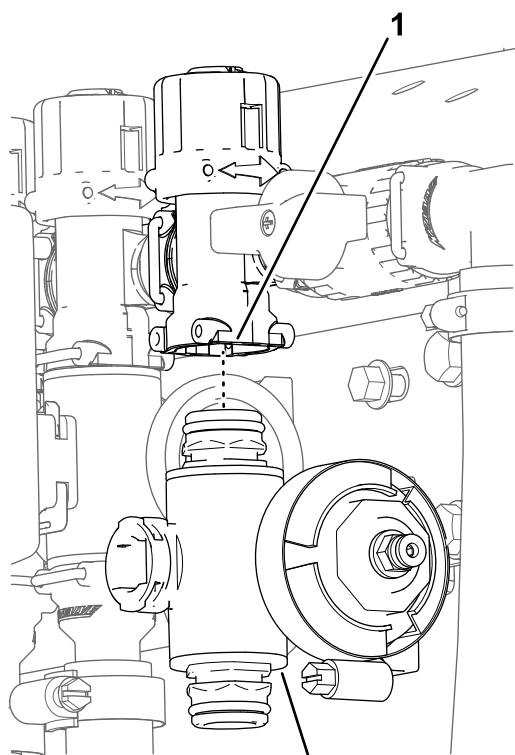

Figura 118
3. Para as válvulas de secção da rampa esquerda ou direita, retire os parafusos de cabeça flangeada e as porcas flangeadas que prendem a(s) válvula(s) de secção à montagem da válvula e retire o(s) coletor(es) da válvula da máquina; para a válvula de secção central, retire o coletor da válvula de secção da máquina (Figura 118).